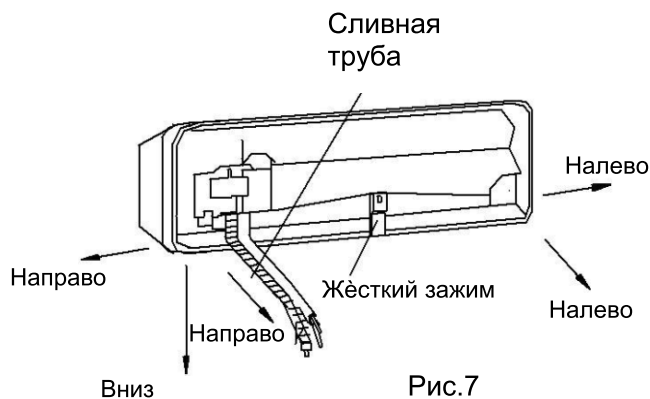

Рис.7
ПРИМЕЧАНИЕ 1. Левая схема приведена для положения сливного шланга. См. рис. 7. 2.
1. Соединение правой задней трубки (аналогично правой нижней трубке) (дополнительно, см. Рис.7)